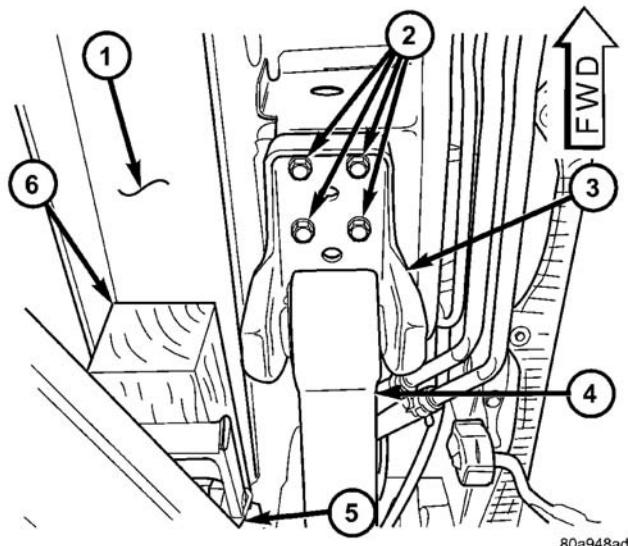

图 3 举升部位和板簧支座
(1) 按照下面的步骤在车架接触型举升机上顶起车辆:
- 用需要维修的车辆一角的举升臂抵住放在车身底框梁上面的木块, 如图所示 (图 3)。
(4) 卸下将板簧前固定支架连接至车身的 4 个螺栓 (图 3)。
(5) 使用千斤顶慢慢地降低后桥, 允许后簧的前端向下吊着, 将其下降到足以接触弹簧枢轴螺栓。可能需要在板簧与车之间放一个木块, 以使弹簧的前端保持在位。
(7) 安装枢轴螺栓上的螺母并轻轻地紧固。此时不要完全紧固螺栓。
(8) 升起作为辅助支撑的通用千斤顶或变速箱千斤顶，将前固定支架相对车身导入位。使用一个冲头进行导向会有所帮助，该冲头穿过支架内的固定螺栓孔与车身上的定位孔之间的对中孔。当 4 个固定螺栓孔与其在车身的螺纹孔对齐时，安装固定螺栓(图 3)。紧固 4 个固定螺栓至 $61\text{N}\cdot\text{m}$ (45 ft.lbs.) 的扭矩。
(9) 升起或降下千斤顶直至减振器下耳孔与桥管上的螺纹孔对齐。安装减振器下固定螺栓。此时不要完全紧固螺栓。
(10) 降下车辆，移走举升臂和车下的木块。
(11) 紧固弹簧前枢轴螺栓至 $156\text{N}\cdot\text{m}$ (115 ft.lbs.) 的扭矩。